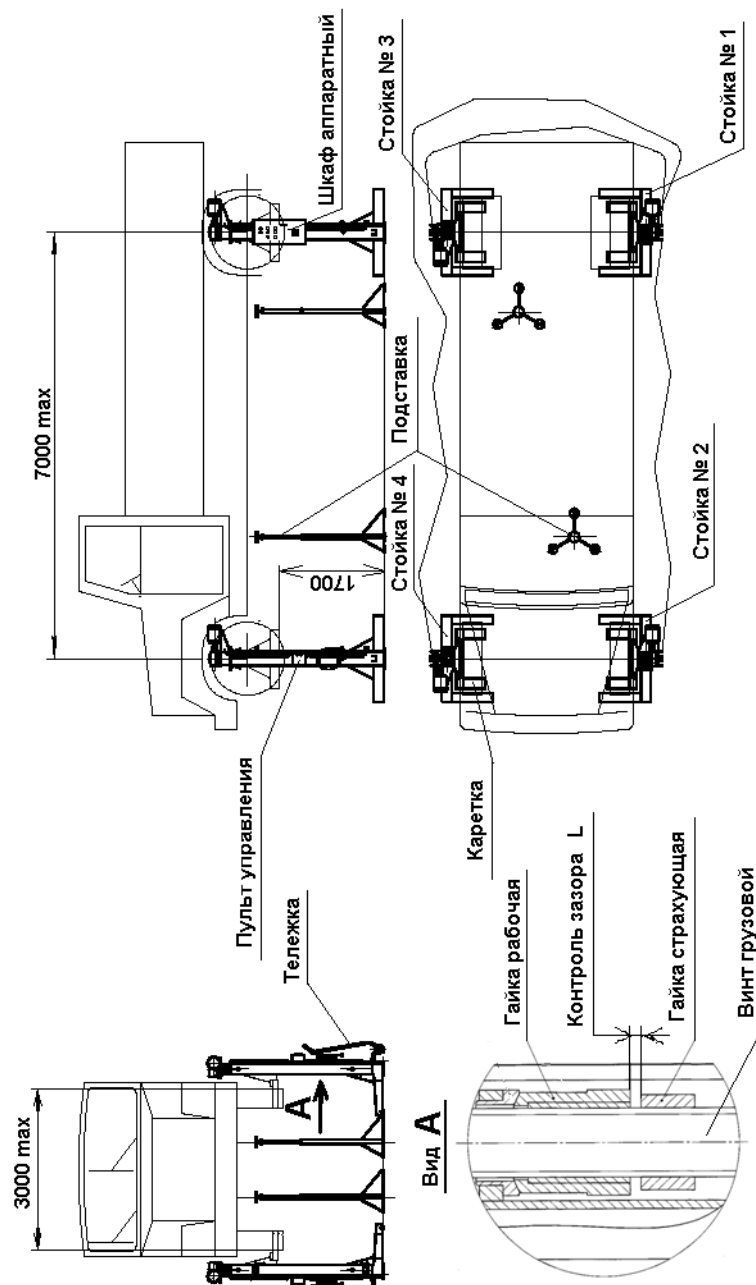
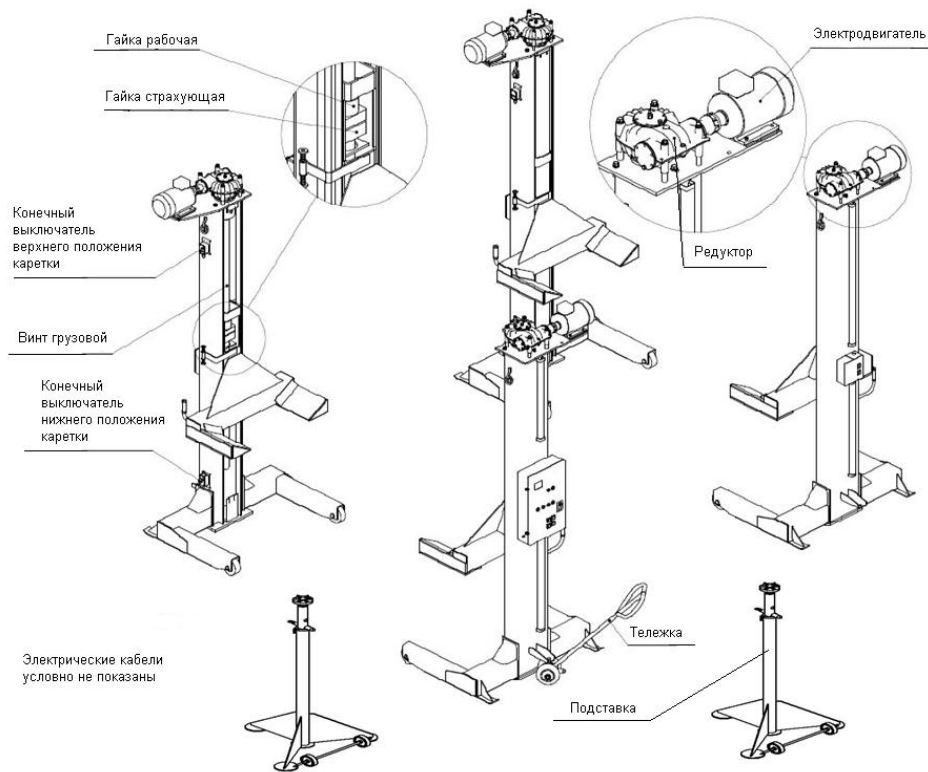

Рис. 1. Подъемник передвижной ПП - 16
Рис. 2. Составные части подъемника передвижного ПП - 16
5.23. При длительном ремонте и обслуживании на подъемнике под раму автомобиля или спец. места автобуса для страховки устанавливать подставки (см. Рис.1 и Рис. 2).